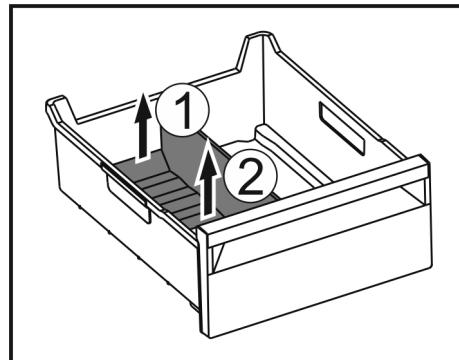

Fig. 145
- Приподнимите заднюю часть разделителя отделения для льда. Fig. 145 (1)
- Извлеките разделитель отделения для льда движением вверх. Fig. 145 (2)